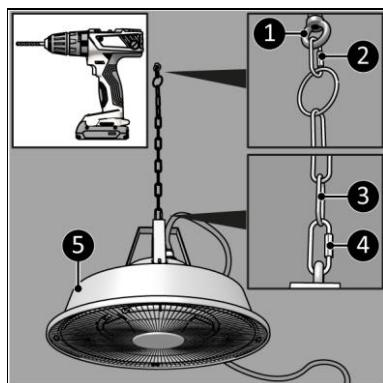

Abbildung 7
2. Stecken Sie den Schlüsselbolzen mit Aufhängeöse in das Loch (Abbildung 7, Pos. 1).
3. Befestigen Sie einen Karabinerhaken (Abbildung 7, Pos. 2) an der Aufhängekette (50 cm) und den Schlüsselbolzen mit Aufhängeöse (Abbildung 7, Pos. 1).
4. Befestigen Sie einen Karabinerhaken (Abbildung 7, Pos. 4) an der Aufhängekette (50 cm) (Abbildung 7, Pos. 3) und der Aufhängeöse des Gerätes (Abbildung 7, Pos. 5).
3. Befestigen Sie einen Karabinerhaken (Abbildung 7, Pos. 4) an der Aufhängekette (Abbildung 7, Pos. 3) und der Aufhängeöse des Gerätes (Abbildung 7, Pos. 5).).